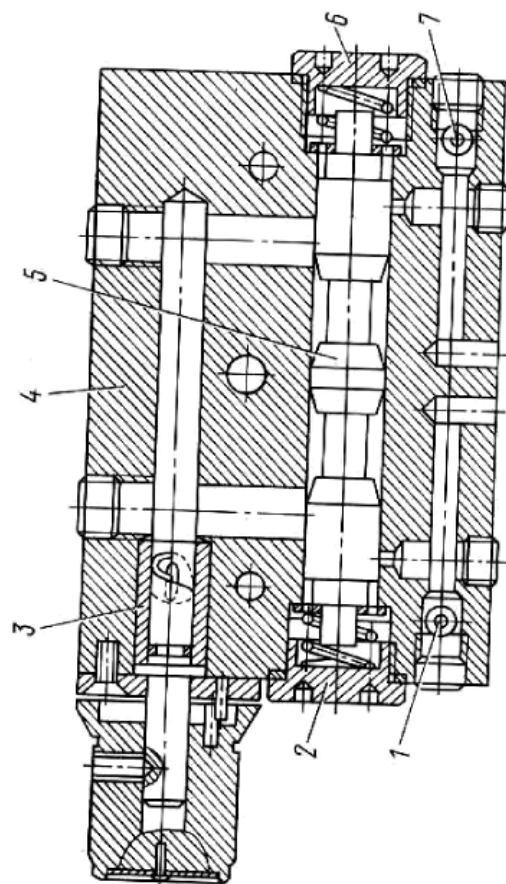

Рис.3. Гидропанель
- гидропанели ЗВ642Е.70.010 (рис.3);
3.2. Гидропанель (рис.3)